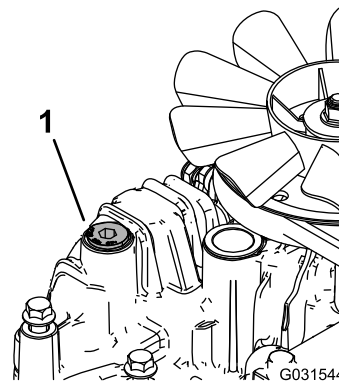

Figura 86
11. Afloje el tapón de ventilación de cada transmisión hasta que esté suelto y se mueva de un lado a otro (Figura 86).